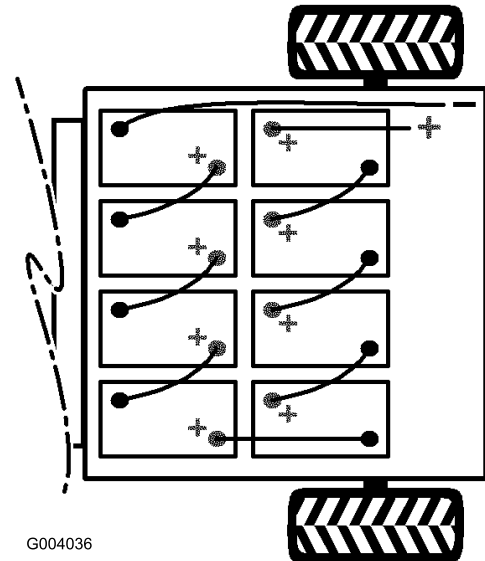

Figura 11
4. Montate le batterie come illustra Figura 11.
Nota: Prestate attenzione alla polarità delle batterie quando montate le batterie nuove (Figura 11).
6. Collegate tutte le batterie utilizzando i cavi a corredo con le parti sciolte, come illustra Figura 11. Verificate che i cavi non possano venire a contatto con spigoli aguzzi.
7. Serrate il bullone e fissate l'altra estremità del fermaglio con un nuovo bullone (5/16 x 3/4 pollice) e un dado flangiato (5/16 pollice) (Figura 11).
8. Collegate il cavo rosso, lungo, positivo principale tra la serie di batterie ed il veicolo (Figura 11).
9. Collegate il cavo nero, lungo, negativo principale tra la serie di batterie ed il veicolo (Figura 11).